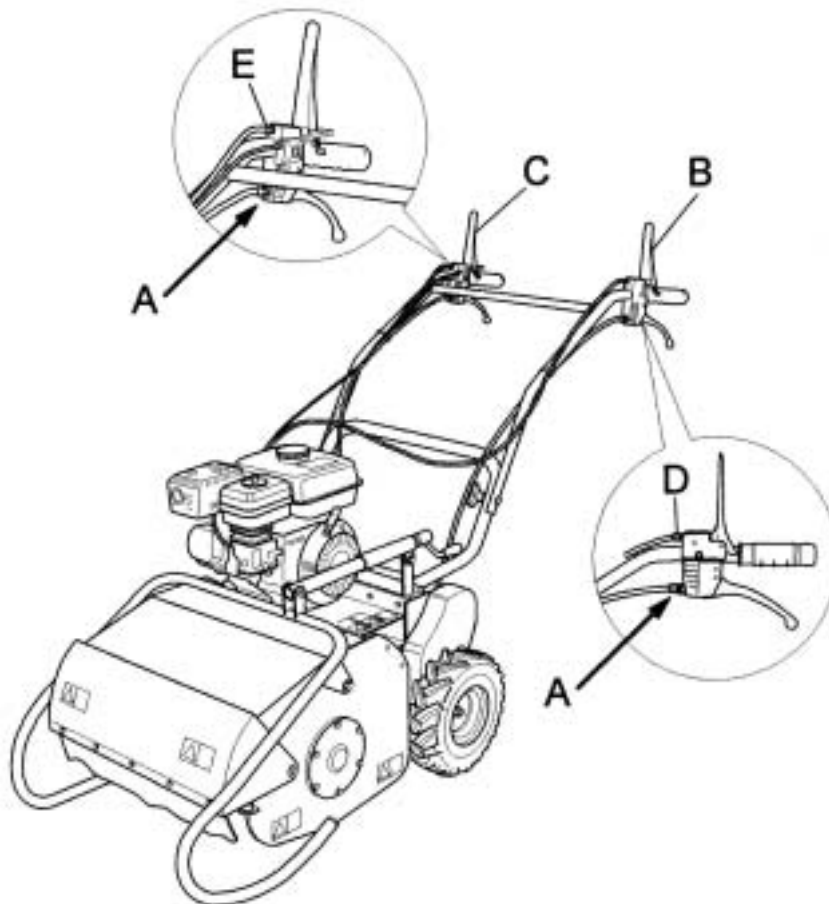
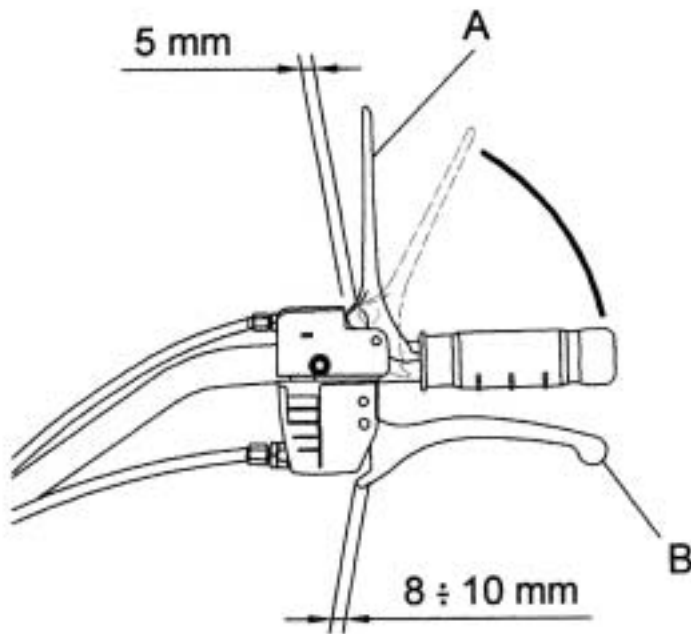

Fig. 4
Fig. 5
B1) CABLES DE DESBLOQUEO DE LAS RUEDAS DERECHA E IZQUIERDA (FIG. 4, REF. A Y FIG. 5 REF. B)
Para que la máquina funcione correctamente, la palanca de mando de desbloqueo de las ruedas derecha e izquierda tiene que tener un juego de 8-10 mm (fig. 5, ref. B). En caso contrario hay que intervenir en el reglaje correspondiente (fig. 4, ref. A), enroscando o desenroscando.
B2) CABLE DE MANDO DEL ROTOR PORTA-CUCHILLAS (FIG. 4 REF. B)
Para que la máquina funcione correctamente, la palanca de mando del rotor de las cuchillas tiene que tener un juego de 5-6 mm (fig. 5, ref. A). En caso contrario hay que intervenir en el tornillo de regulación (fig. 4, ref. D), atornillándolo o destornillándolo.
(Fig. 4 ref. C)**
Para que la máquina funcione correctamente, la palanca de mando de avance de la máquina tiene que tener un juego de 5-6 mm (fig. 5, ref. A). En caso contrario hay que intervenir sobre el tornillo de regulación (fig. 4, ref. E), atornillándolo o destornillándolo.
- Luego hay que repetir el mismo control pero ahora manteniendo levantada la palanca de desbloqueo de las ruedas (fig. 5, ref. B). Ahora la polea tiene que girar libremente.
LOS DOS FRENOS ESTÁN REGULADOS CORRECTAMENTE CUANDO LAS PALANCAS DE MANDO DEL ROTOR PORTA-CUCHILLAS (FIG. 4, REF. B) Y DE AVANCE DE LA MÁQUINA (FIG. 4, REF. C) TIENEN LOS 5 MM DE JUEGO INDICADOS EN EL APARTADO “REGULACIÓN DE LOS CABLES DE MANDO”. SI LOS FRENOS NO EJERCEN SU FUNCIÓN DE SEGURIDAD NO OBSTANTE SEA CORRECTA LA REGULACIÓN DE LAS PALANCAS, HAY QUE COMPROBAR EL DESGASTE DEL FERODO Y SI FUERA NECESARIO CAMBIAR LOS FRENOS.